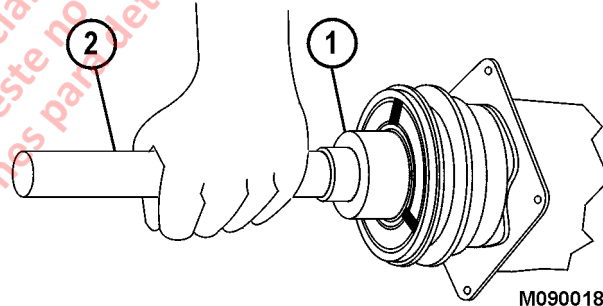

FIGURA 4-24.
1. Posicione el conjunto de la polea en el compresor. Use un instalador de rodamiento (1, Figura 4-24), un mango universal (2), y un martillo para golpear ligeramente el conjunto de la polea en el compresor hasta que se asiente. Si usa el instalador o un equivalente, se asegurará de que la fuerza que mantiene el rodamiento en su lugar actúe sobre la carrera interna de este. Ocasionará daños al rodamiento si aplica fuerza a la carrera exterior de este.